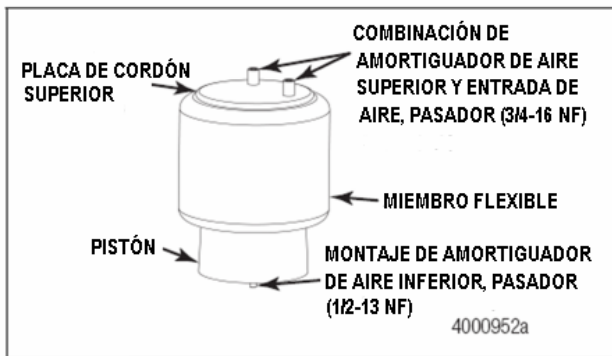

Figura 9.24
- Verifique si hay fugas en los conductos de aire, en la placa de cordón superior del amortiguador de aire, en el pistón y en los pernos de montaje. Figura 9.24. Reemplace los conductos de aire, conexiones, ó amortiguadores de aire con fuga.